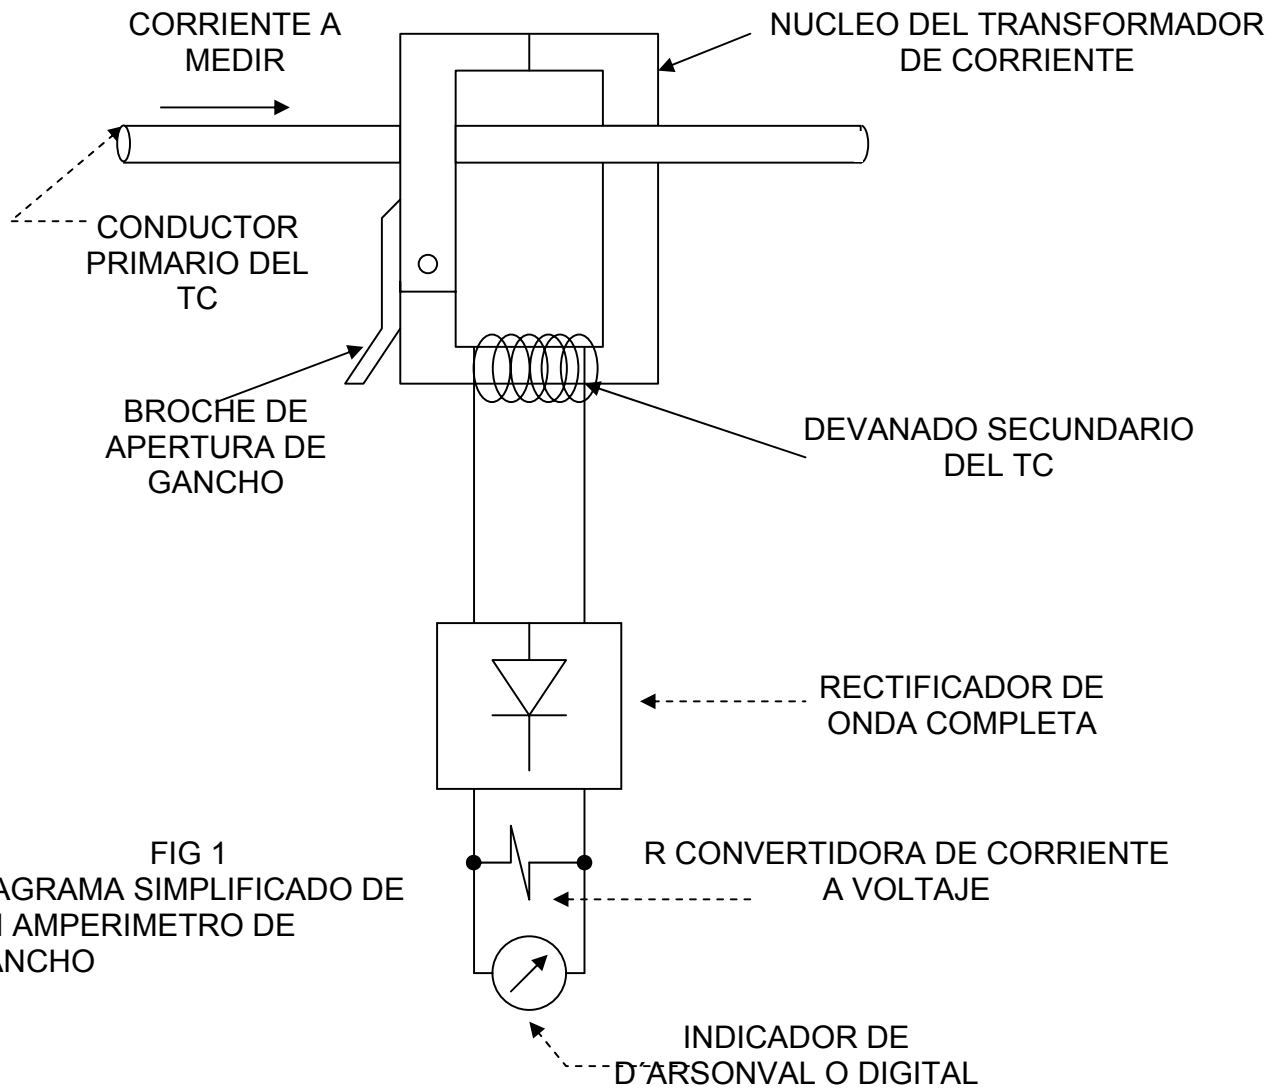

FIG 1
3. mida el valor ohmico de cada una de las resistencias utilizando un multímetro digital fig 1. seleccione el rango y tipo de medición. anote los valores medidos en la tabla de resultados.